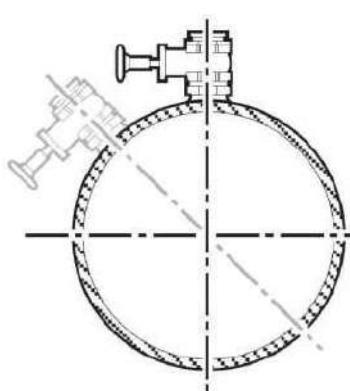

Рисунок 9. Правильное положение
- снимите установочную деталь (резьба под сварку) с ПП и надежно приварите (рисунок 9 и 10) ее к подготовленному отверстию. Убедитесь, что ее нижний край находится в одном сечении с внутренней поверхностью трубопровода и не протекает;